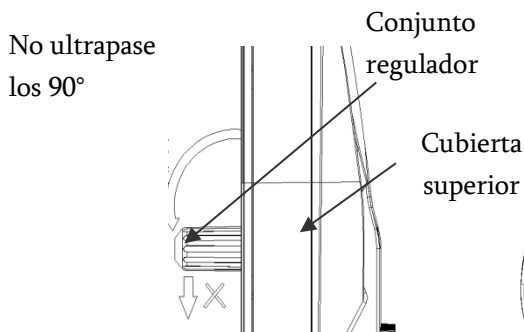
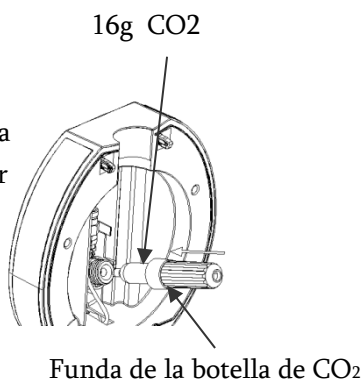
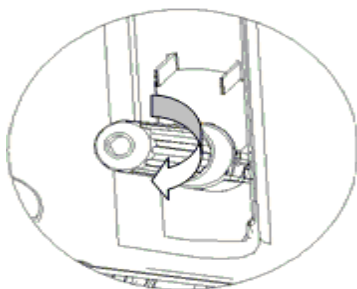

Figura 15
Figura 16
Figura 17
4. Afloje la funda de la botella de CO₂ (Figura 15), inserte un cartucho de CO₂ de 16g en la funda (Figura 16) y atornille la funda hasta que escuche un "clic" (Figura 17), que indica que el gas CO₂ puede fluir libremente al barril. Asegúrese de que la funda de la botella esté bien ajustada para evitar la fuga de CO₂. Luego coloque la funda de la botella de CO₂ en la cubierta superior.